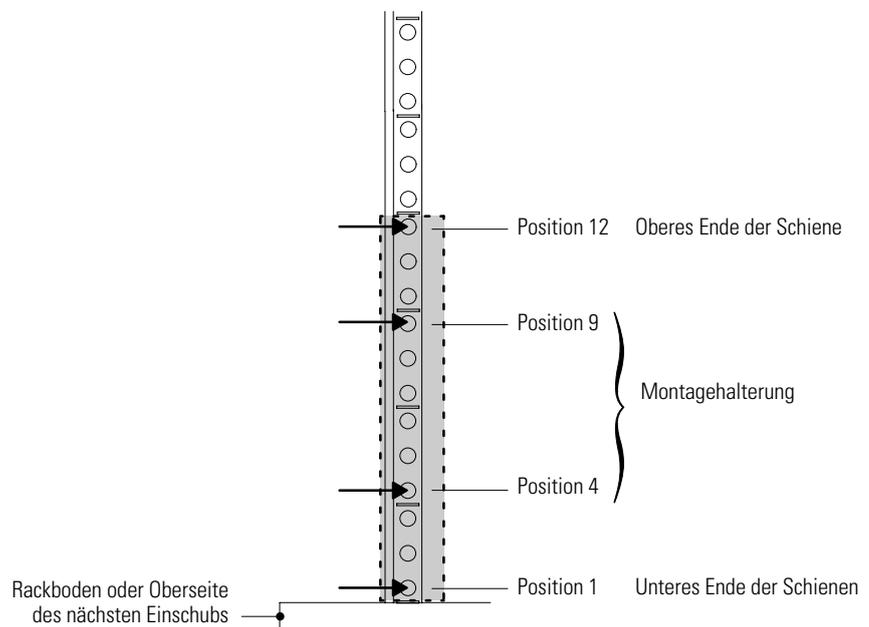
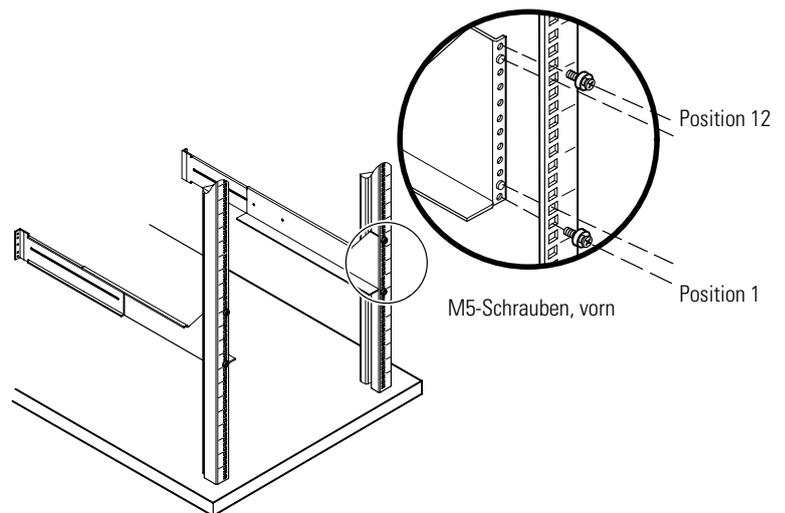

Abbildung 17. Positionen für die vorderen Schienenschrauben der USV
Abbildung 19. Befestigen der vorderen Schiene
1. Für die Positionierung der USV im Rack die passenden Löcher auswählen (siehe Abbildung 17).
3. Die Schiene mit den zwei M5-Maschinenschrauben an der Rackvorderseite befestigen und die Schrauben leicht anziehen (siehe Abbildung 17 und Abbildung 19).